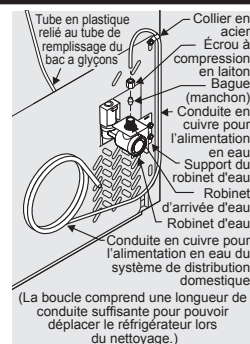

figure 1
- Si vous utilisez des tubes en cuivre - Glissez en laiton tressé, écrou souple, puis la bague d'extrémité (manchon) sur la conduite d'alimentation en eau. Poussez la conduite d'alimentation en eau dans l'entrée du robinet d'arrivée d'eau aussi loin que possible (6,4 mm / 1/4 po). Glissez la bague d'extrémité (manchon) dans l'entrée du robinet et serrez l'écrou de compression à la main sur le robinet. Serrez d'un autre demi-tour avec une clé; NE PAS serrer trop fort. Voir figure 1.